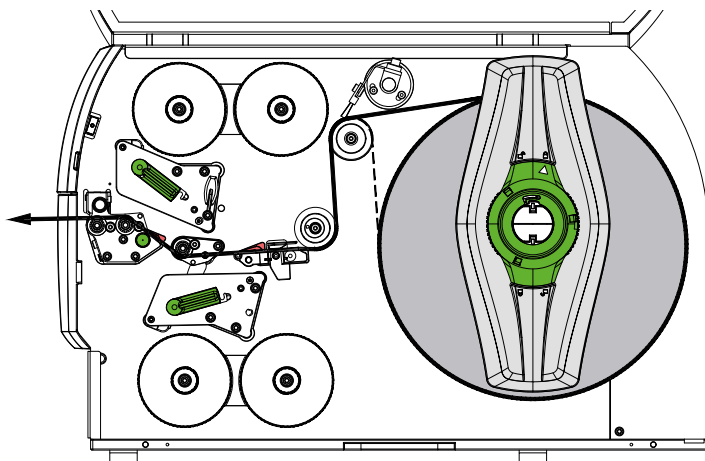
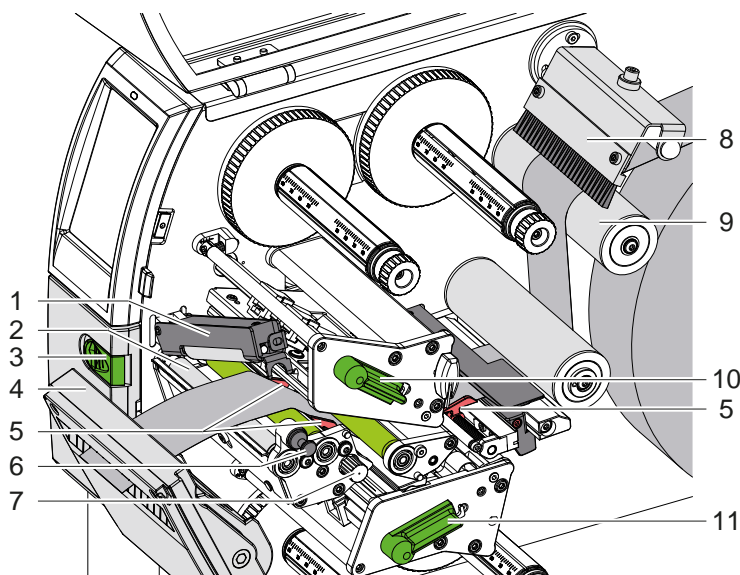

Figura 12 Deplasare material
Figura 13 Încărcați materialul în mecanismul de tipărire
1. Desfășurați banda de material de pe rolă și ghidați-o Figura 12 către mecanismul de tipărire.
2. Trageți bulonul opritor (6). Rola presoare (1) basculează în sus.
3. Rotiți maneta (10) în sens antiorar și maneta (11) în sens orar pentru a ridica ambele capete de tipărire.
4. Basculați peria (8) de pe rola de schimbare de direcție (9).
5. Distanțați ghidajele (5) prin rotirea butonului (7) până când materialul se potrivește între ele.
6. Alimentați materialul conform Figura 13 prin ambele unități de tipărire până la cilindrul de tragere (2) și plasați-l între ghidaje (5).
7. * Dispozitive cu cutter: Împingeți butonul (3) în lateral și rotiți ansamblul cutterului (4) departe de imprimantă, glisați materialul între lamele cutterului și rotiți cutterul.
8. Deplasați ghidajele aproape de marginile materialului prin rotirea butonului (7).
10. Trageți bulonul opritor (6). Apăsați rola presoare (1) în jos și blocați-o cu ajutorul bulonului opritor.
13. Rotiți peria (8) pe rola de schimbare de direcție (9).